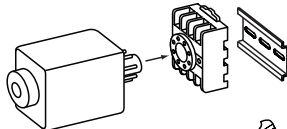

Рисунок 7. Монтаж реле на DIN-рейку
- на DIN-рейку шириной 35 мм при помощи разъема P8Ц (см. рисунок 7);